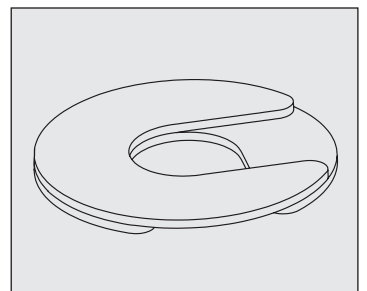

Fig. 10. Instalación de varias calzas con las ranuras formando un ángulo de 90°.
- Si se usa más de una calza, asegúrese de que estén giradas 90° entre sí. Véase la fig. 10.
- NO utilice más de cuatro (4) calzas en una misma rueda.